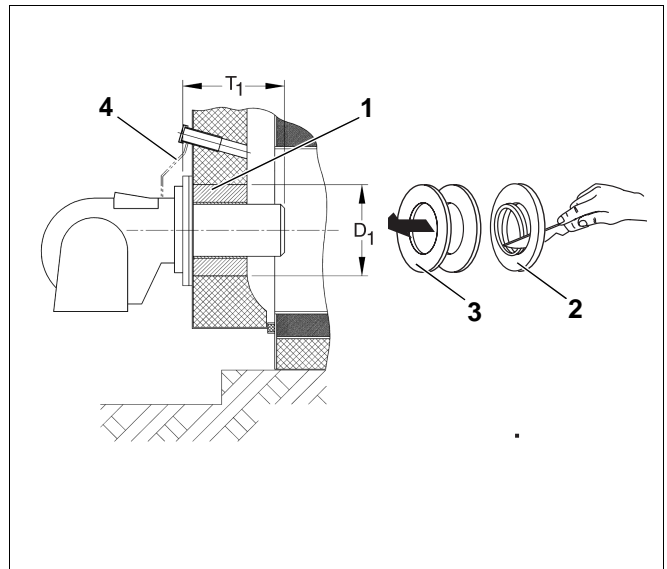

Abb. 3 Brennermontage
- Die in der Tabelle angegebene Mindestbrennerrohrtiefe T_1 ist einzuhalten (Abb. 3).
- Mitgelieferte Isolierringe entsprechend dem Brennerrohrdurchmesser ausschneiden (Abb. 3, **Pos. 2**).
- Den Ringspalt zwischen Türausmauerung und Brennerrohr (Abb. 3, **Pos. 1**) mit den angepaßten Isolierringen (Abb. 3, **Pos. 3**) ausfüllen.
- Der Freiblaseanschluß des Schaulochstutzens der Tür ist mit dem des Brenners zu verbinden (Abb. 3, **Pos. 4**).